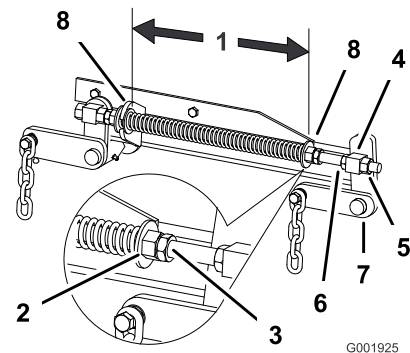

Figura 63
2. Compruebe la distancia entre las dos arandelas grandes, que debe ser de 28,2 cm para plataformas de cortacésped de 132 cm (52 pulgadas), o 26,7 cm para plataformas de cortacésped de 152 cm (60 pulgadas) (Figura 63).
3. Ajuste esta distancia aflojando la contratuercas elástica y girando la tuerca que está delante de cada muelle (Figura 63).
4. Fije la tuerca en la posición deseada apretando la contratuercas elástica (Figura 63).